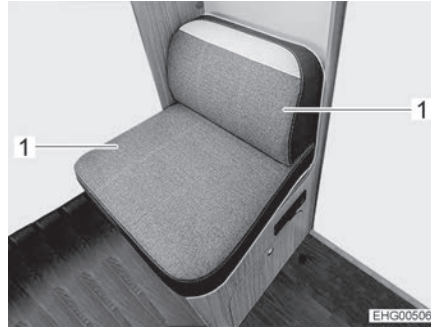

Bild 28 Sitzbank
*Stecksitz montieren:* ■ Zwei Polster (Bild 28,1) abnehmen.